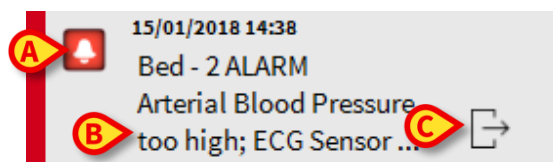

Fig 77
In het meldingenvak (Fig 77) wordt de volgende informatie verschaft:
- Een icoon die het type melding aangeeft (Waarschuwing, Alarm, Informatie - Fig 77 **A**)
- Een icoon die de categorie van de melding aangeeft (Fig 77 **B**)
- Een “Callback” toets. Klik op de toets om toegang te krijgen tot het patiëntstation waarop de melding heeft plaatsgevonden (Fig 77 **C**)